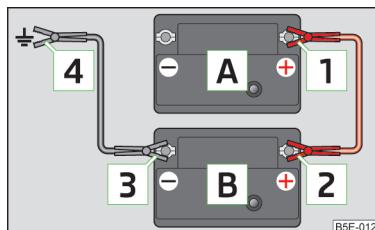

Fig. 182
- > Prindeți clema **1** la polul plus al bateriei descărcate **A** > fig. 182.